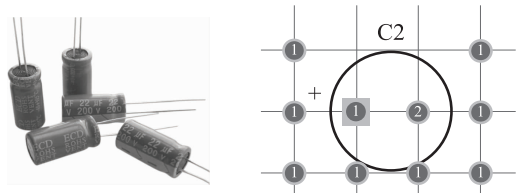

图 1-28 采用 CAPPR2-5x6.8 封装安装指示图
(6) 如图 1-28 所示, 将插件有极性电解电容安装在万能板对应位置, 该焊盘间距为 2mm, 对应元器件封装名为 CAPPR2-5x6.8。